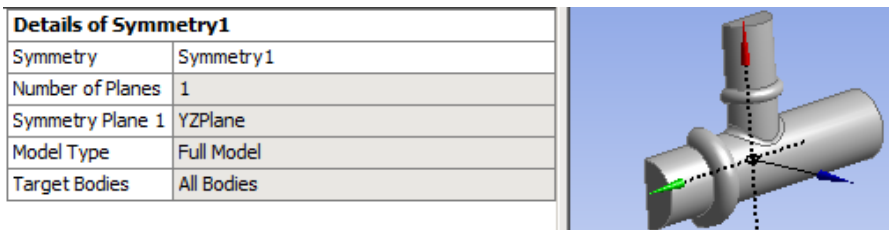

Рис. 13 – Создание симметричной модели
**Шаг 8.** Использование свойства симметрии модели для уменьшения времени расчета. Для разделения модели по плоскости симметрии необходимо выбрать функцию  **Symmetry1** вкладки *Tools* главного меню. В окне свойств операции указывается плоскость симметрии детали (ZY) (рис. 13).